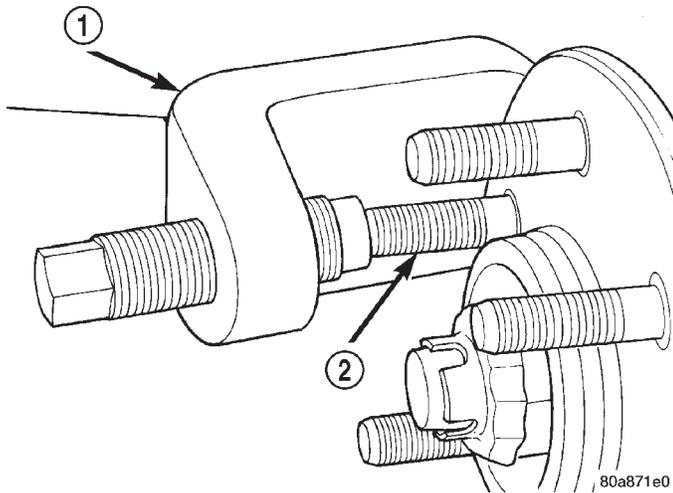

Abb. 15 Radbolzen aus der Radnabe austreiben
- (1) Fahrzeug anheben und sicher abstützen.
- (2) Rad abbauen.
- (3) Bremssattel, Bremssatteladapter und Brems-scheibe von der Achse abbauen (siehe Kapitel 5, "Bremsen").
- (4) Austreiber, Spezialwerkzeug C-4150A, an der Radnabe und dem Radbolzen montieren und den Radbolzen austreiben (Abb. 15).